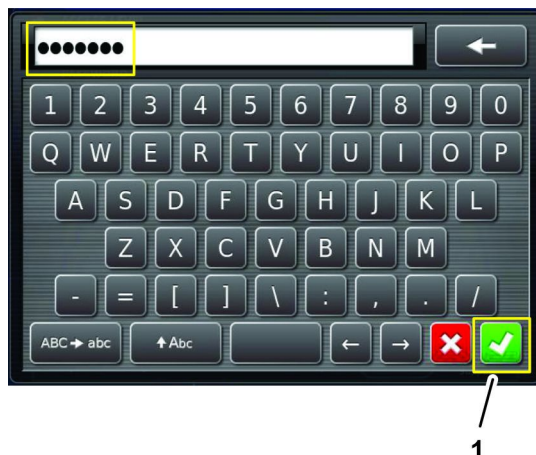

Bild 248
6. Geben Sie mit der Bildschirmtastatur das im Schritt 1 erhaltene Passwort ein und tippen Sie auf das Bestätigen-Symbol (Bild 248).